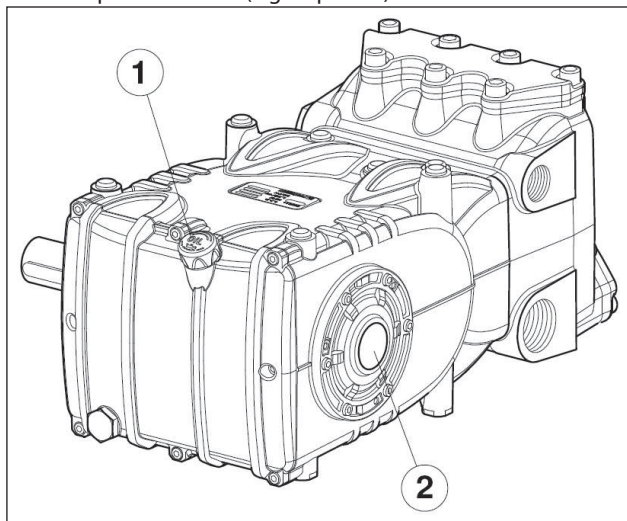

Fig. 14
5. O óleo no cárter da bomba está no nível, verificando com a respectiva vareta (Fig. 14, pos. ①) e excepcionalmente com a luz-piloto de nível (Fig. 14pos. ②).